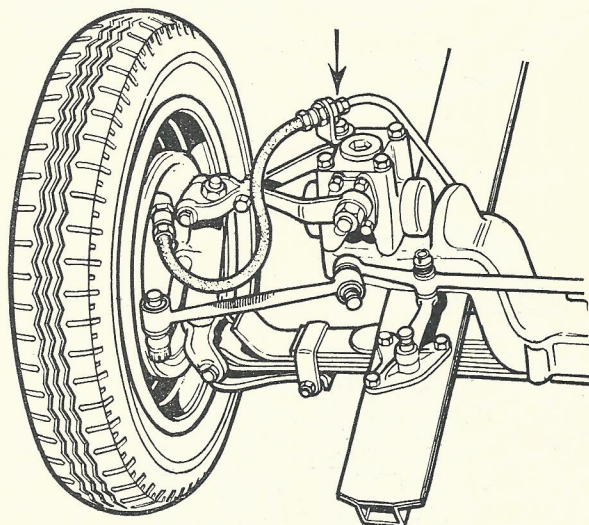

Bild 135 Typ 202 HB. Korrekte Montage.
1. Das Verbindungsstück, welches die Verbindung der biegsamen mit der festen Leitung herstellt, muss am hinteren Bolzen des Stossdämpfers festgeschraubt sein (Bild 135).